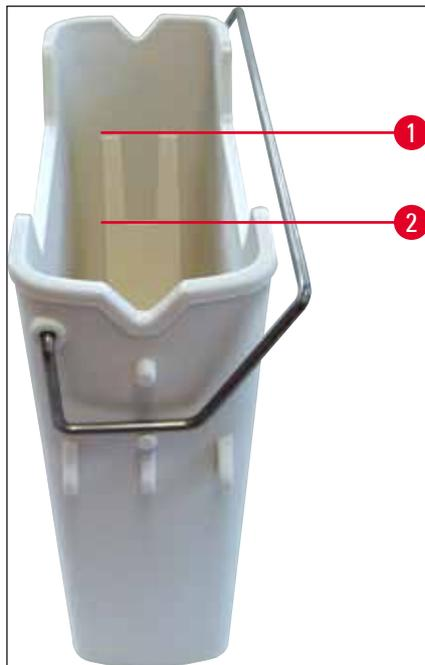

Fig. 67
4. Compruebe que el nivel de llenado sea suficiente (→ Fig. 67) y que el reactivo esté limpio. En caso de estar contaminado, es necesario sustituir el disolvente (→ Pág. 37 – 4.6.3 Preparación de la cubeta de reactivo, llenado e inserción en el cajón de carga) y la cubeta de reactivo se debe limpiar antes de volver a llenarla.